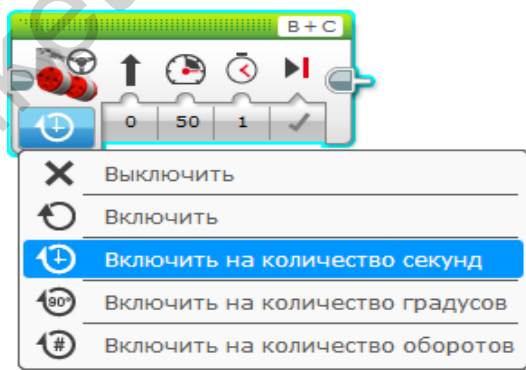

Рисунок 1.19 Выпадающее меню
**2** Выбор режима движения (можно приказать роботу сделать поворот вокруг своей оси; поворот на определенное количество градусов колес; поворот или прямолинейное движение в течение заданного интервала времени; поворот на определенное количество полных оборотов колес). Для выбора нужного режима наводим на кнопку 2 – появляется выпадающее меню, в котором можно выбрать нужный режим (рисунок 1.19):
Это кнопка выключения режима **Рулевое управление**. Данная функция применяется в тех случаях, когда необходимо включить режим **Бесконечное движение** (при этом нет никаких ограничений на время движения робота). Для этого нажимаем на кнопку 2 (выбор режима – рисунок 1.19) и в открывшемся меню выбираем функцию **Включить**.